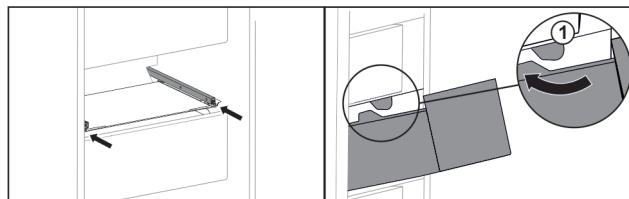

Fig. 53
- ▶ Lirka utdragslåda runt stoppklackarna Fig. 53 (1).